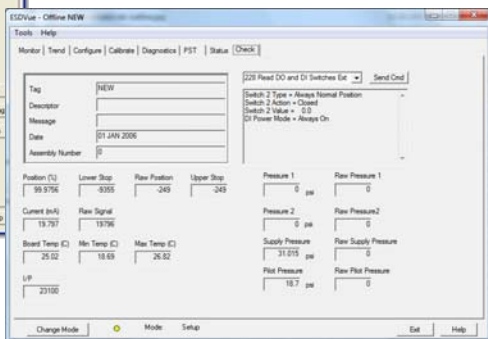

Рисунок 10 Использование ValVue ESD для проверки положения магнита
4. Выберите установленный контроллер PST ESD в списке *Connected Devices* (Подключенные устройства), как показано на Рисунок 10, и нажмите Connect (Подключиться).
6. Считайте данные *Raw Position Data* (Исходные данные о положении) с экрана *Check* (Проверка) (Рисунок 10).